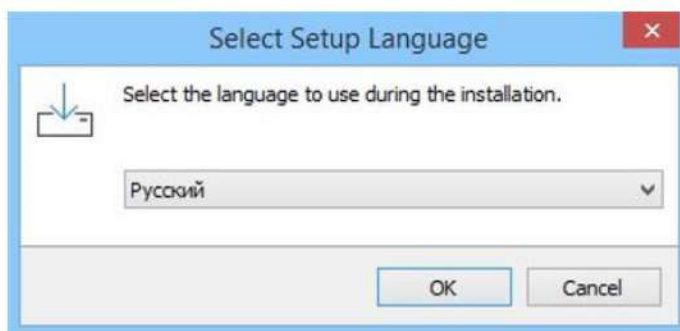

Рисунок 16 - Выбор языка
- 2) Выбрать язык, нажать кнопку «ОК» (Рисунок 16).